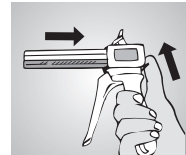
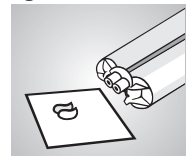

Fig. 2
Fig. 3
L'utilisation de la cartouche se fait à l'aide du pistolet mélangeur Automix2 (Fig. 2). Monter la cartouche sur le pistolet mélangeur et ensuite enlever le bouchon de la cartouche en le tournant. Faire sortir une petite quantité de matériau, jusqu'à ce qu'il sort des orifices de la cartouche d'une manière homogène (Fig. 3). Lors du montage de la canule de mélange observer les montures à baïonnette de la canule et de la cartouche. Arrêter la canule en la tournant dans le sens opposé (Fig. 4). Maintenant le matériau est prêt à l'emploi. Après usage, laisser la canule de mélange en place pour servir de bouchon. Utiliser exclusivement les canules de mélange 1:1 de couleur bleue corta.
- Afin d'assurer un mélange homogène: Avant de monter la canule de mélange, toujours faire sortir une petite quantité du matériau, jusqu'à ce que la base et le catalyseur sortent des deux orifices de la cartouche d'une manière homogène (Fig. 3).